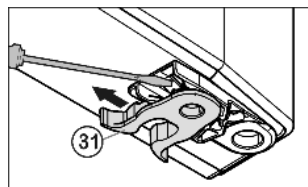

Fig. 7
- Pružinovú zvierku Fig. 7 (31) premiestnite: Zaisťovací jazyček potlačte nadol, ponad ňu stiahnite pružinovú zvierku.